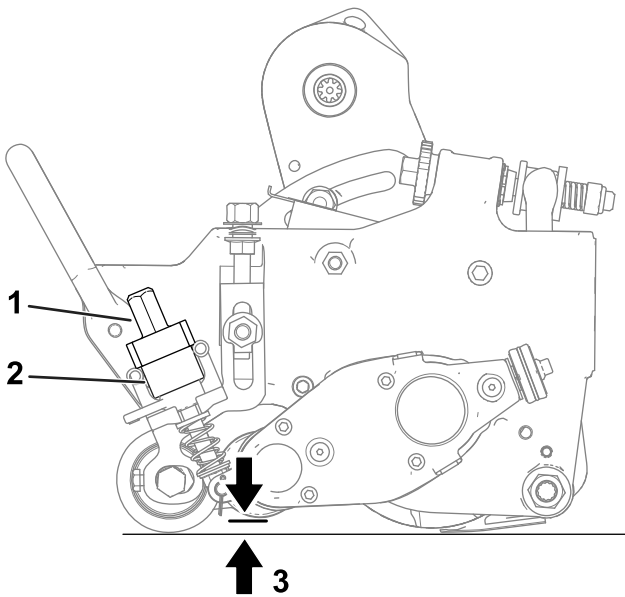

Figura 19
- A. Assicuratevi che le leve di sollevamento rapido (**Figura 19**) siano in posizione OPERATIVA (ovvero, maniglia rivolta verso la parte anteriore dell'apparato di taglio).
- B. All'estremità del cilindro grooming, misurate la distanza dalla punta inferiore della lama grooming alla superficie operativa (**Figura 19**). Girate la manopola del regolatore dell'altezza (**Figura 19**) per sollevare o abbassare la punta della lama grooming all'altezza desiderata.